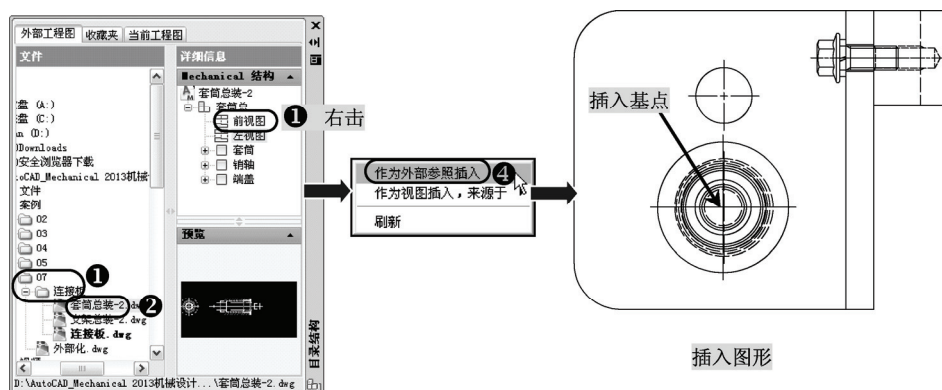

图 7-50 插入套筒前视图
16) 单击选择“套筒总装.DWG”文件, 在“详细信息/ Mechanical 结构”中选择“套筒总/前视图”, 单击鼠标右键, 在弹出的下拉菜单中选择“作为外部参照插入”选项, 在图示位置中插入该图形, 并输入旋转角度为 0。如图 7-50 所示。